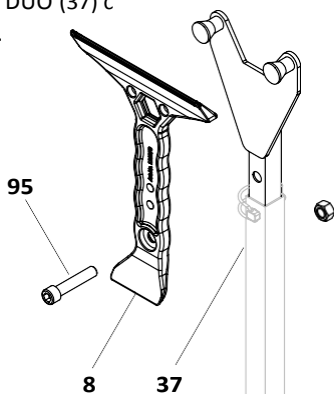

Fig. E1.04
- Кофриращите повърхности могат да се сменят при нужда. (Fig. E1.04)
За тази цел закрепете лопатката DUO (8) към кофражната вилица DUO (37) с винтове M12 x 60 и гайки. (Fig. E1.04)